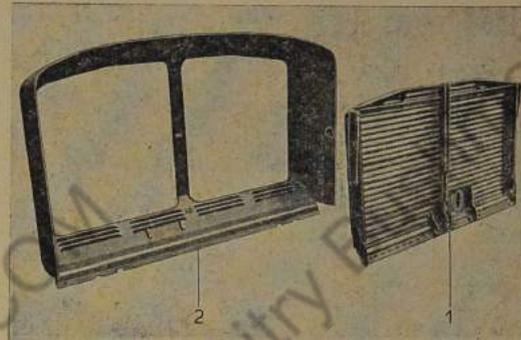

Bild 219: Kühlerabdeckung (Jalousie) von Kühlerverkleidung abgehoben
3. Kühlerabdeckung von der Kühlerverkleidung abheben (Bild 219).